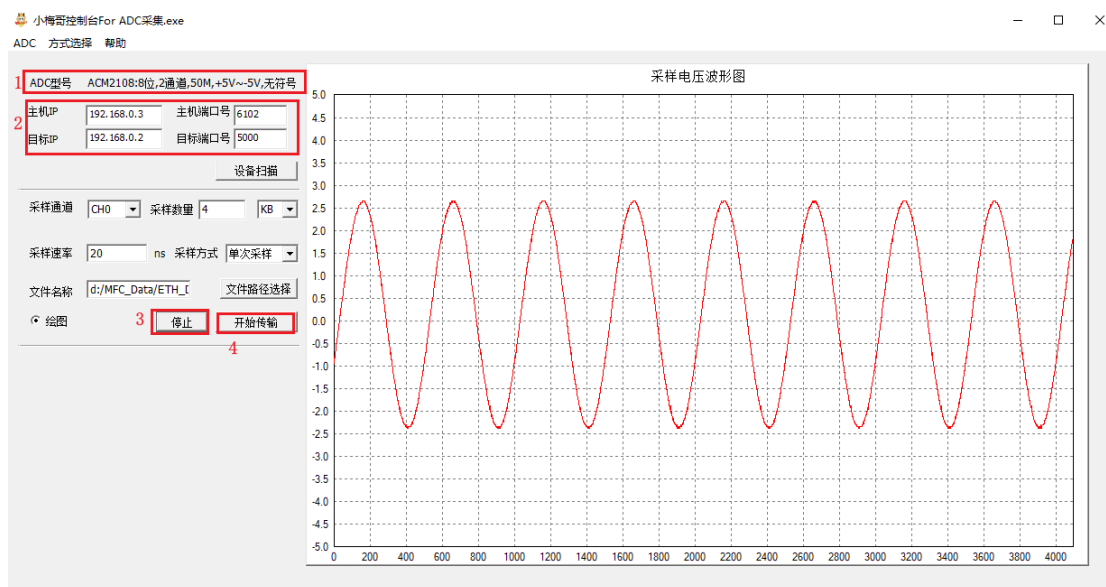

图 1-19 数据采集上位机显示图
5. 点击开始传输之后，可以看到在右边采样电压波形图界面可以直观看得到波形图，如下图 1-19 所示。需要注意的是波形图的横坐标对应的不是频率，而是采样数量。